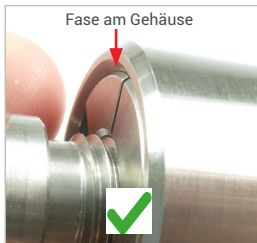

Abbildung 11
- ▶ Lassen Sie den Ventilknopf (Pos. 4) los. Der Adapter zieht sich selbstständig an den Prüfling an und stellt eine druckdichte Verbindung her. Die Planfläche der Spannzangen ist auf der gleichen Höhe wie die Fase des Gehäuses (Abbildung 11).